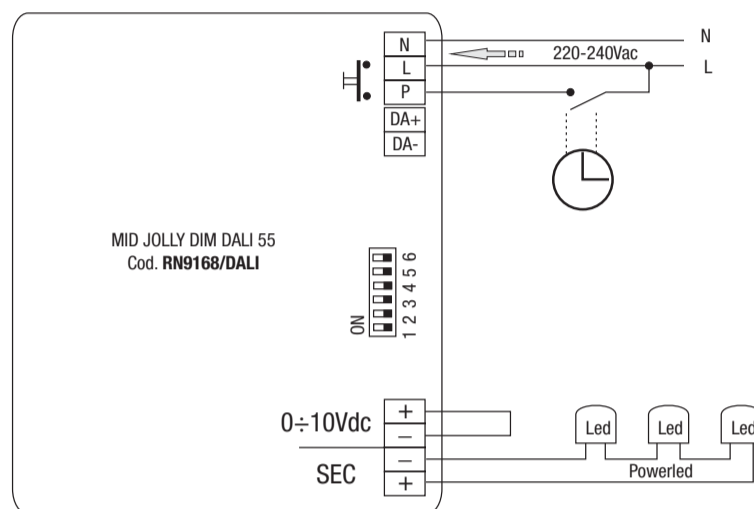

Fig. 5 - Regolazione Detector - Detector regulation
5) Funktion Detector - Abb. 5 - mit dieser Funktion kann man durch die Bedienung der Eingangstaste, z.B. Anwesenheitsdetektor, eine max. Beleuchtung mit gesc lossenem Kontakt erhalten; nach 60Sek. nach dem Öffnen des Kontakts geht das Licht automatisch wieder auf 10% über, nach 10 Min. ohne weitere Befehle von Seiten des Detektors schaltet sich das Licht automatisch ab (Beis. C).
5) Función Detector - Fig. 5 - mediante un mando en la entrada del pulsador (p. ej., detector de presencia), esta función permite obtener: luz máxima contacto cerrado, luego de 60 segundos a partir de la apertura del contacto la luz se colocará automáticamente en el 10%; una vez transcurridos 10 min. sin haber otras órdenes desde el detector, la luz se apagará de forma automática (Ej. C).
5) Função Detector - Fig. 5 - esta função permite, através do comando de entrada do botão, por exemplo, detector de presença, obter luz máxima com contacto fechado; 60 seg. após a abertura do contacto a luz coloca-se automaticamente a 10%, após 10 min. sem outros comandos provenientes do detector, a luz desliga-se automaticamente (Es. C).
5) Funktion Detector - Fig. 5 - denne funktion gør det muligt at opnå, ved at betjene indgangsknappen i f.eks. tilstedeværelsessensoren; maksimalt lys med lukket kontakt, efter 60 sek efter åbning af kontakten vil lyset automatisk komme på 10%, efter 10 minutter uden yderligere kommandoer fra detektoren, slukkes lyset automatisk (Es. C).